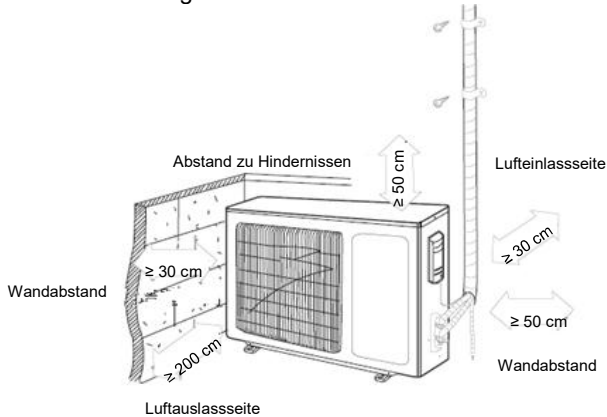

Abb. 5-2: Platz für die Installation
- Der Abstand der Haupteinheit von Wänden oder anderen Hindernissen darf nicht zu gering sein, und der Installationsplatz für die Haupteinheit muss die in Abb. 5-2 angegebenen Anforderungen erfüllen.